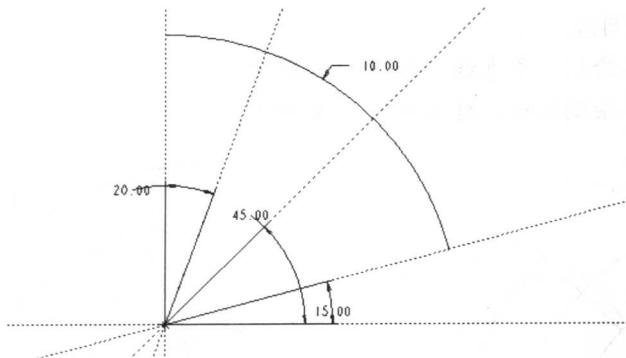

图1-14 绘制圆弧
(1) 使用右工具箱中的 工具绘制一段圆弧，如图 1-14 所示。